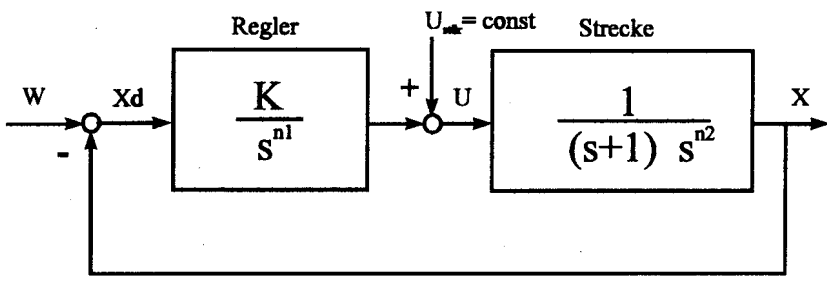

Abb. 2.1: Regelkreis mit verschiedenen Integrieren
- a) Für welche Werte  $n_1$  und  $n_2$  nach der folgenden Tabelle ist der Regelkreis in Abb. 2.1 für  $k > 0$  stationär genau und stabil? Man beachte, daß in Abb. 2.1 eine konstante Störgröße  $u_{stör} = const$  vorliegt. Bitte schreiben Sie in die folgende Tabelle jeweils **ja** oder **nein**. Die Antworten sind kurz zu begründen. Antworten ohne Begründung werden nicht anerkannt!